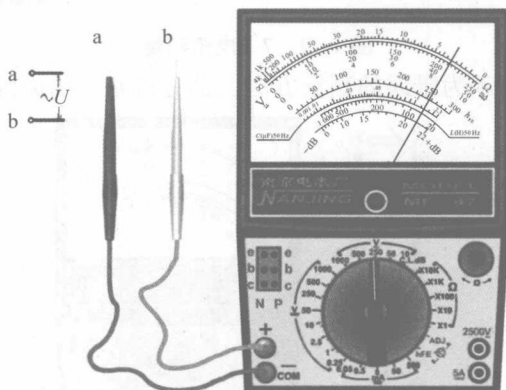

图 1-1-10 交流电压测量
(1) 注意事项
①将万用表与被测电路并联测量。
②测量直流电压时,应将红表笔接高电位,黑表笔接低电位。若无法区分高低电位,应先将一支表笔接稳一端,另一支表笔快速触碰另一端,若表针反偏,则说明表笔接反。
③测量高电压(500~2 500 V)时应戴绝缘手套,站在绝缘垫上操作,使用高压测试表笔,并养成单手操作的习惯。
④若无法估计待测电压的大小,则应选择最高挡进行测量,再根据指针偏转情况,选择合适的量程进行测量。
(2) 测量步骤
①根据所测电压类型,调整转换开关至“V”挡或“ $\dot{V}$ ”挡。
②测量并调整量程。将两表笔并接在被测电压两端进行测量(直流电压有正负极之分,交流电压不分正负极),如图 1-1-10 所示。
③读数。读数时选择第二条刻度。第二条刻度有三组数字,要根据所选择的量程来选择刻度读数。如图 1-1-10 所示,读出此时电压值为交流 220 V(有效值)。
④挡位复位。将挡位开关打在 OFF 位置或打在交流电压 1 000 V 挡。
(3) 练习